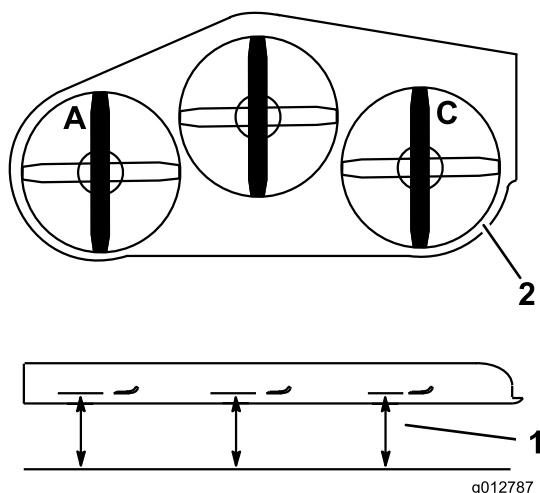

Figura 83
1. Coloque la cuchilla izquierda en posición longitudinal (Figura 83).
2. Mida la cuchilla izquierda en la posición **A** desde una superficie nivelada hasta el filo de corte de la punta de la cuchilla, y anote esta medida (Figura 83).
3. Coloque la cuchilla derecha en posición longitudinal (Figura 83).
4. Mida la cuchilla izquierda en la posición **C** desde una superficie nivelada hasta el filo de corte de la punta de la cuchilla, y anote esta medida (Figura 83).
2. Coloque la cuchilla izquierda en posición longitudinal (Figura 83).
3. Mida la cuchilla izquierda en la posición **A** desde una superficie nivelada hasta el filo de corte de la punta de la cuchilla, y anote esta medida (Figura 83).
4. Coloque la cuchilla derecha en posición longitudinal (Figura 83).
5. Mida la cuchilla izquierda en la posición **C** desde una superficie nivelada hasta el filo de corte de la punta de la cuchilla, y anote esta medida (Figura 83).